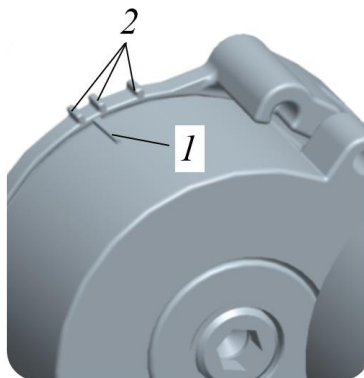

Рисунок 5.24. Процедура проверки натяжения ремня ЯМЗ-534
- 2) В рабочем положении метка поворотного корпуса 1 должна находиться внутри зоны трех меток неподвижного корпуса 2. При выходе из зоны ремень следует заменить (рис. 5.24).